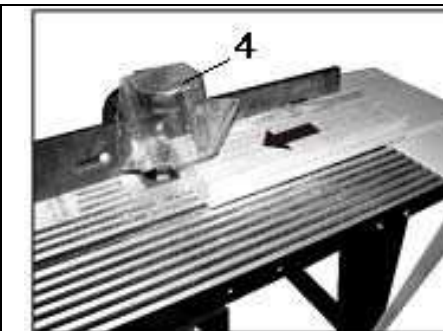

Рис.5
14.1. Обработка вдоль волокна (Рис.5)